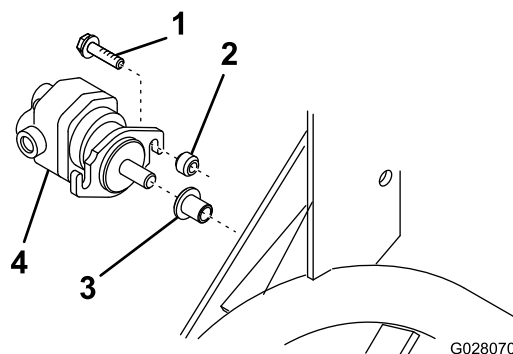

図 11
B. リールモータのスプラインをフレームの収納チューブに挿入する 図 11。
C. リールモータのフランジを 図 11 のように当てて型紙とし、ステップ A で引いた線の上に直径 8.75mm の穴を開ける。